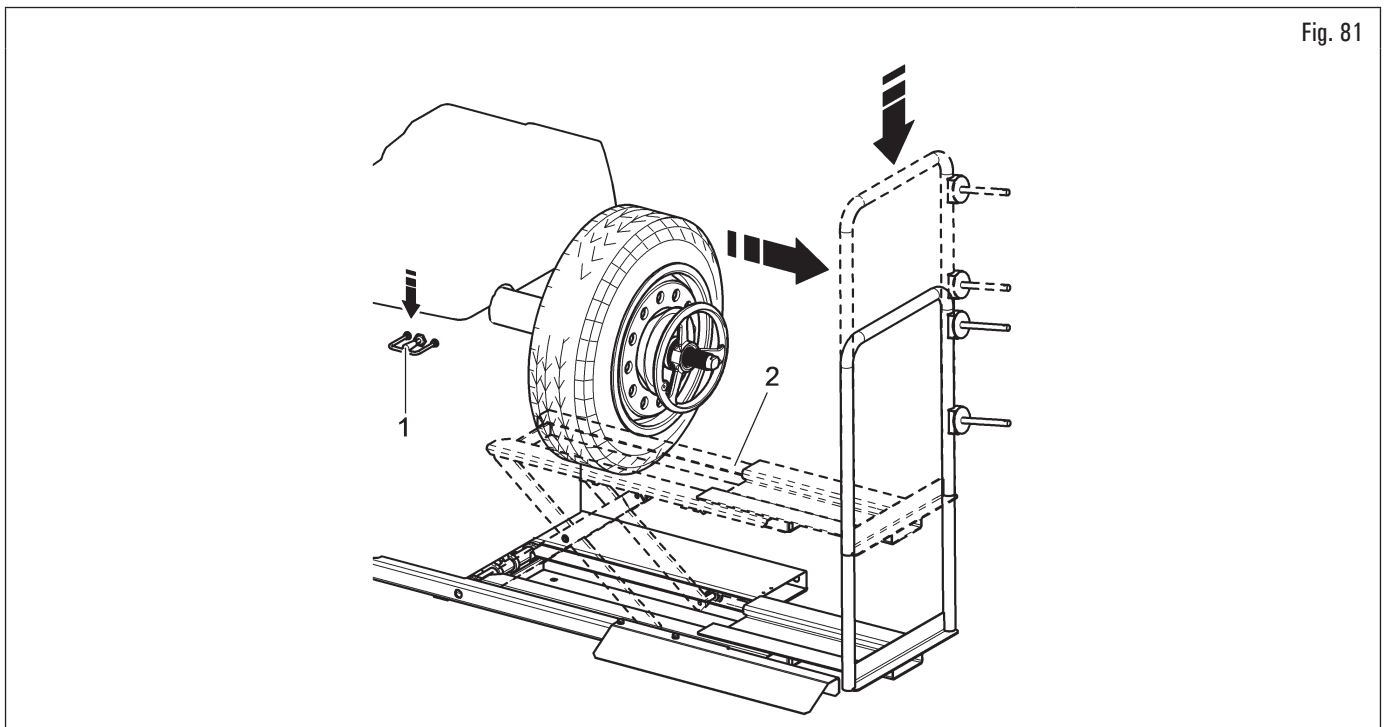

Fig. 81
6. bajar el mando del elevador (Fig. 81 ref. 1) y bajar la plataforma (Fig. 81 ref. 2).